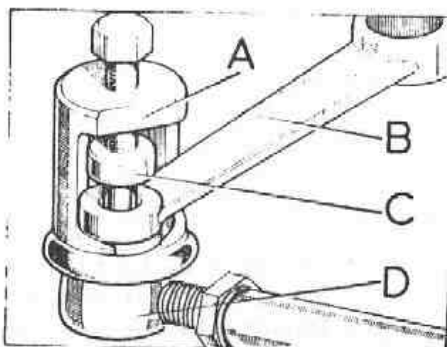
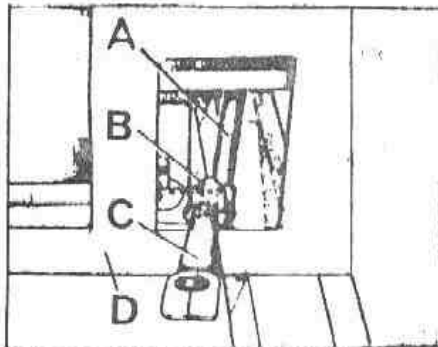

Fig. G-17 Desmontaje de la rótula
Fig. G-18 Extracción de la barra longitudinal
- 1.5. Utilizando el extractor especial 600590, separar la rótula, D, (Fig. G-17) de la bieleta, B, y retirar la barra longitudinal, A (Fig. G-18) a través de la calandra del radiador, B.